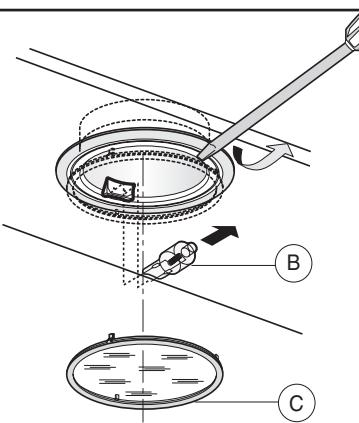

Fig.9
Microinterruttore (fig.9).
Se il carrello telescopico è chiuso, né le luci né le velocità del motore potranno essere attivati (fig.9).
• Comandi: (fig.9) slider la simbologia è di seguito riportata: